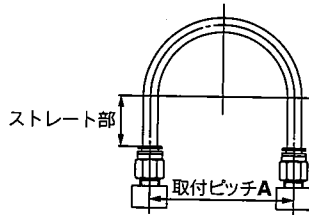

図1 推奨配管図
①ワンタッチ管継手に配管する際は図1の推奨配管条件にて、チューブ長さに余裕を持った配管をお願いいたします。